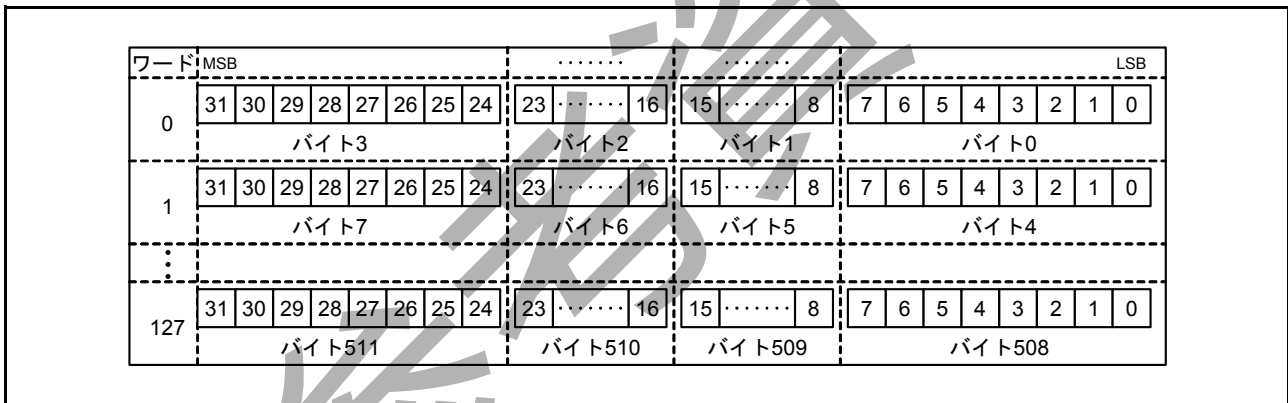

図 37.5 SD\_BUF データ格納
3. SD\_BUFに格納されたデータがSD\_BUF0から読み出される。図 37.5 を参照。